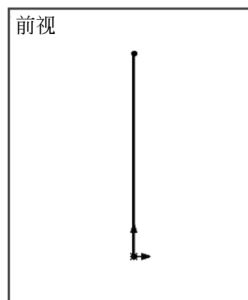

图 6-45 前视基准面上绘制直线扫描路径草图
- [2] 在前视基准面上绘制直线扫描路径草图，如图 6-45 所示。